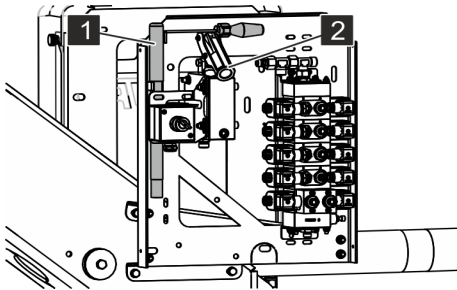

Fig. 81: Levier
3. → Retirer le levier (Voir la Fig. 81/1), et le visser sur le raccord (Voir la Fig. 81/2) de la pompe manuelle.